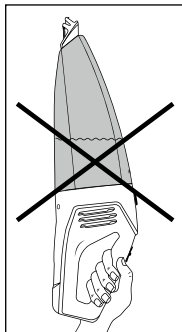

Abb. 4
- ▶ Wenn Sie das Gerät waagrecht oder mit der Nasssaugdüse ① nach oben weisend tragen, kann es passieren, dass Flüssigkeit austritt (siehe Abb. 4 und 5):